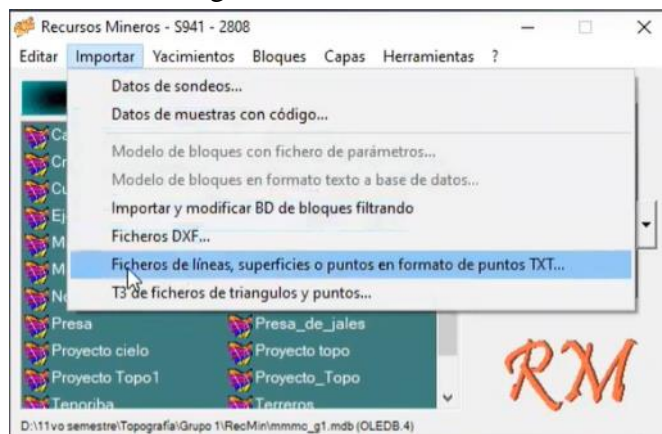

Figura 453. Importar datos.
17. Entrar al menú de Importar y seleccionar la opción “Ficheros de líneas, superficies o puntos en formato de puntos TXT...”. Figura 453.